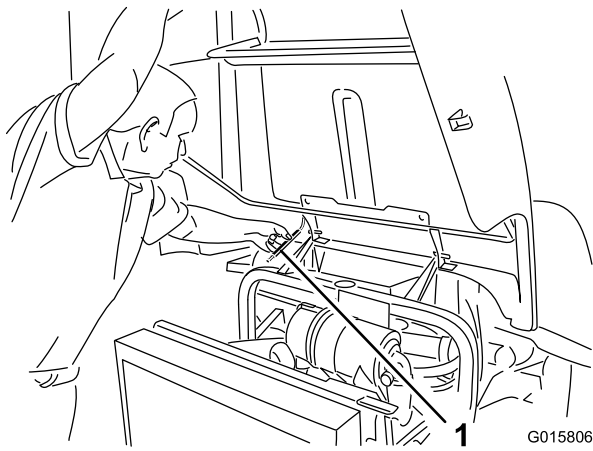

Figure 38
2. Soulevez le capot jusqu'à ce que la béquille puisse être placée derrière le tube du châssis (Figure 38).